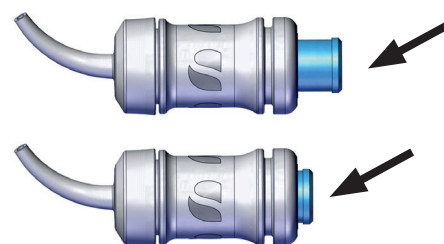

Fig. 4
- ⇒ Aprire il coperchio dell'apparecchio (3).
- ⇒ Attivare la capsula premendo la punteria (Fig. 4).
- ⇒ Inserire la capsula nel portacapsule (2).
- ⇒ Premere il tasto di avvio (1).